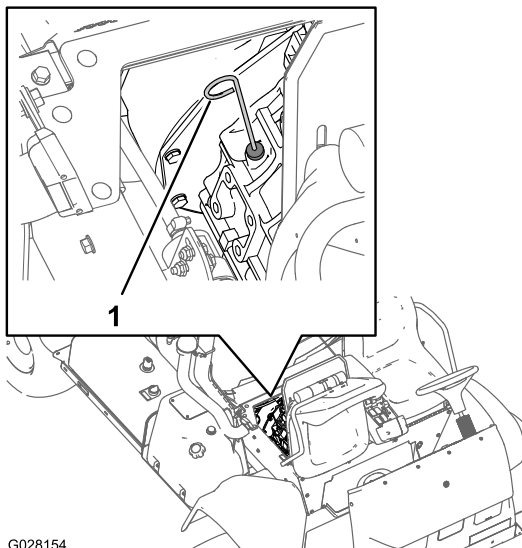

Figure 69
2. Retirez la jauge, située sous le siège du passager, et essuyez-la sur un chiffon propre (Figure 69).
6. Sortez la jauge et vérifiez le niveau d'huile dans le carter moteur (Figure 69).
7. Faites l'appoint d'huile avec précaution pour faire monter le niveau jusqu'au repère MAXIMUM sur la jauge (Figure 69).